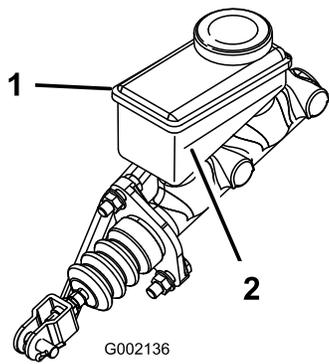

Bild 54
3. Lesen Sie den Flüssigkeitsstand am Stutzen an der Seite des Behälters ab (Bild 54).
- Füllen Sie DOT 3-Bremsflüssigkeit in den Behälter, bis der Füllstand über der Minimum-Markierung liegt (Bild 54).